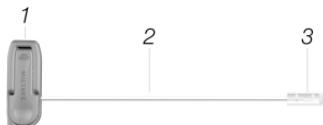
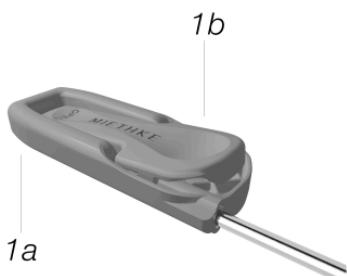

Fig. 1: Tunneller compus din mâner (1) și tijă Tunneller (2) cu protecție pentru transport (3)
Fig. 2: Mânerul este compus din carcasa mânerului (1a) și clapeta de blocare (1b)
Tunneller este format din două componente (fig. 1): un mâner (1) și o tijă Tunneller (2), al cărei capăt deschis este dotat cu o protecție pentru transport (3). Mânerul (fig. 2) este fabricat din material plastic și este compus din carcasa mânerului (1a) și o clapetă de blocare (1b).
tul ascuțit este dotat cu o protecție pentru transport (fig. 1, poz. 3), care trebuie îndepărtată înainte de utilizare. Utilizatorul poate configura *Tunneller* în funcție de situația anatomică individuală a pacientului și de tehnica preferată, pe baza posibilităților amintite mai sus.